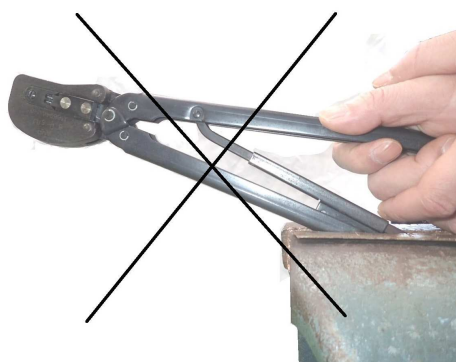

図7 Fig. 7
- ・ハンドルを万力に固定して使用。図7
- Don't use a vise. Fig.7